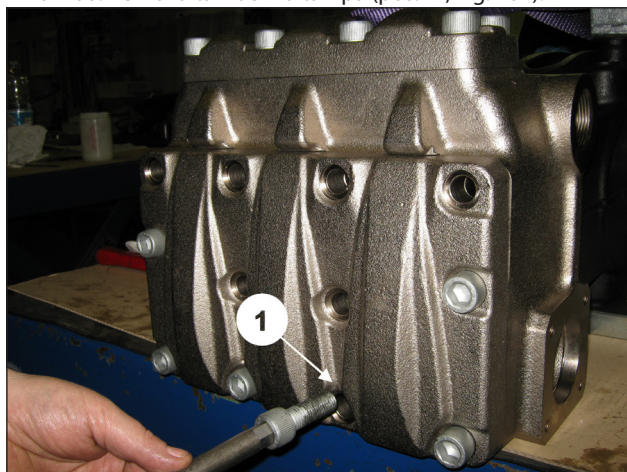
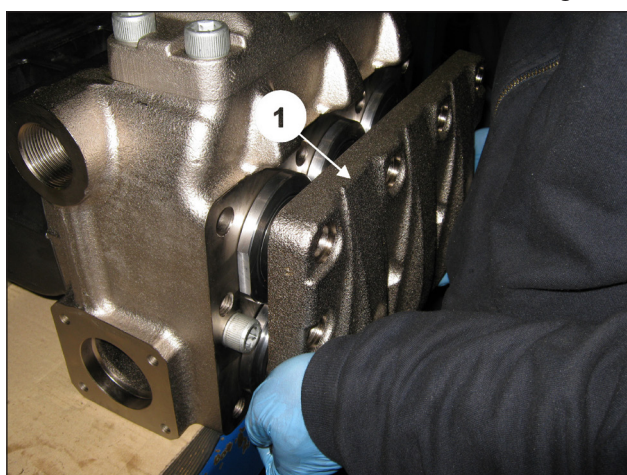

Fig. 103
Fig. 104
Desaperte os 6 parafusos M16x45 da tampa das válvulas de aspiração (pos. ①, Fig. 103) e desaperte os 6 parafusos M16x200. Remova também a tampa (pos. ①, Fig. 104).